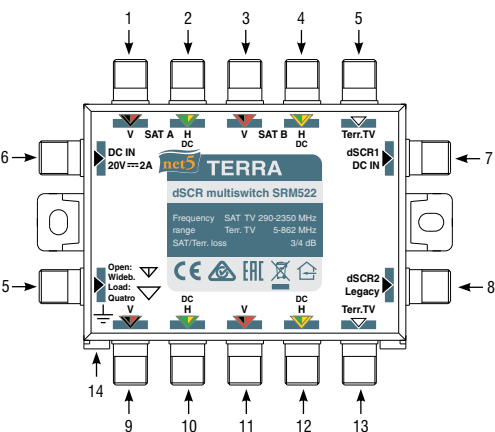

Figura 1. Vista externa del multiswitch
INGRESSO LNB QUATTRO-HVHV o WIDEBAND: Il multiswitch è di fabbrica configurato per ingresso LNB Wideband (2 cavi per un satellite o 4 cavi per 2 satelliti). Per farlo funzionare in configurazione HVHV basta collegare la resistenza 75Ω fornita, all'ingresso "configuration" (vedi Figura 1, pos. 15) prima di accenderlo e il multiswitch **automaticamente** funzionerà come ingresso HVHV.